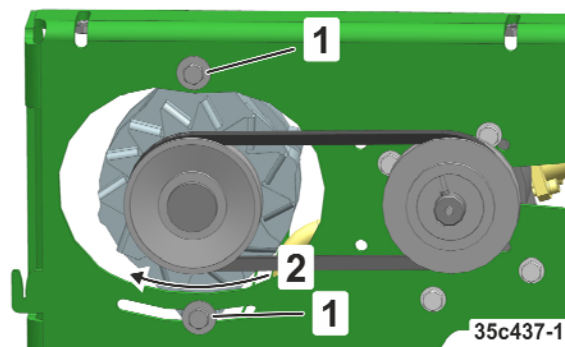

Fig. 311
2. Desfaceți șuruburile (Fig. 311/1)
3. Tensionați cureaua trapezoidală prin generator (Fig. 311/2)